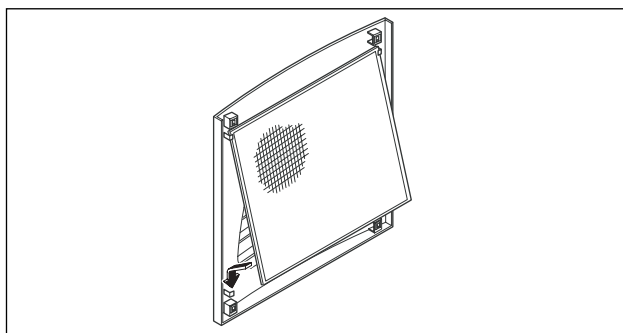

Fig. 34: Installation af filtermåtte
- Filtermåttens indlægges i lamelgitteret som vist på fig. 34, og gitteret trykkes igen fast på kabinettet.